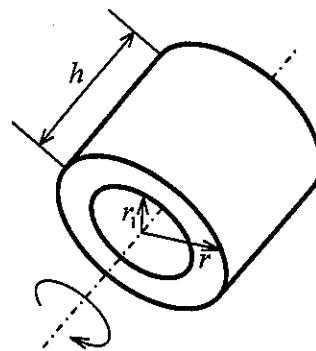

図2
2) 次に、図2に示すように、この円柱の円の中心から半径 r_1 [m] をくりぬいた中空円柱の質量が m_1 [kg] となった。この中空円柱が、円の中心を軸として回転したときの慣性モーメント J_1 は、